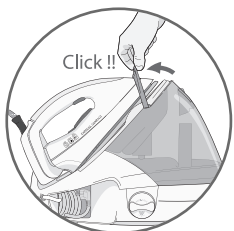

fig. 1
- Блокировка – рис. 1.
- Поставьте утюг на специальную подставку, опустите дужку крепления утюга до срабатывания блокировки (определяется "щелчком") – рис. 1.